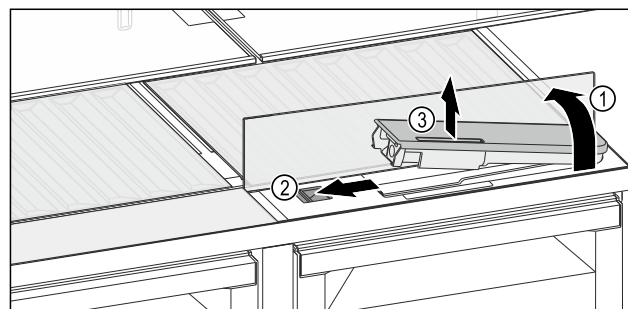

Fig. 130
- ▶ Glasplatte anheben und bis zum Anschlag nach hinten klappen Fig. 130 (1).
- ▶ Schieber Fig. 130 (2) nach links schieben.
- ▶ Wassertank entnehmen Fig. 130 (3).